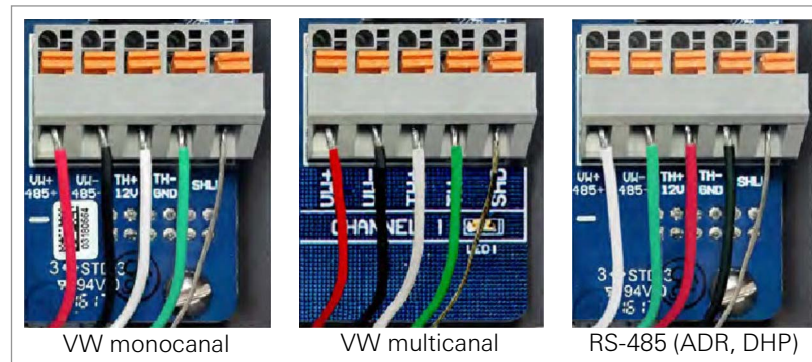

FIGURA 17: Conexões dos terminais
3. Conecte os condutores do cabo ao bloco de terminais segurando uma aba laranja, inserindo o fio e depois soltando a aba. A ordem da fiação é mostrada nas tabela 8 a 9 e na Figura 17.